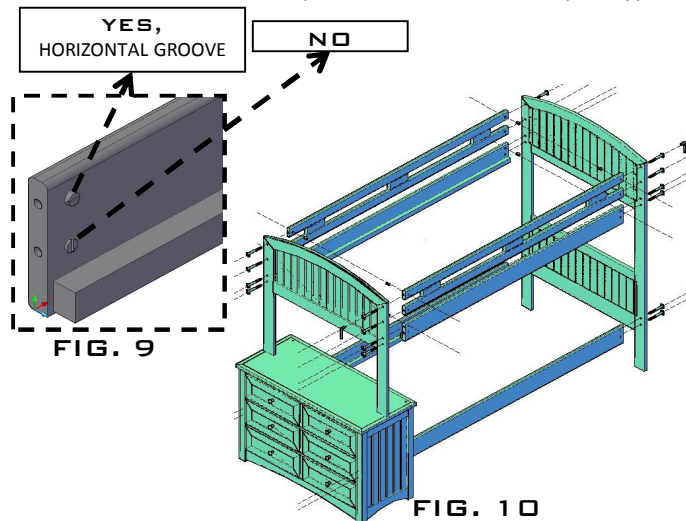

FIG. 9
- 3.- INSERT TWO CROSS DOWELS (I) IN ACCESS HOLE INSIDE THE SIDE RAIL & GUARD RAIL, ALIGN THE CROSS DOWEL NUT, MAKE SURE THE GROOVE IS HORIZONTAL, SEE FIG.9
- 1.- ASSEMBLE BED, USING ONE HEADBOARD (M), ONE FOOTBOARD (N) AND TWO SIDE RAILS (F).
- 2.- INSERT TWO CROSS DOWELS (I) IN ACCESS HOLE INSIDE THE SIDE RAIL, ALIGN THE CROSS DOWEL NUT, MAKE SURE THE GROOVE IS HORIZONTAL, SEE FIG.9
- 3.- INSERT TWO CROSS DOWELS (H) IN ACCESS HOLE INSIDE THE SIDE RAIL & GUARD RAIL, ALIGN THE CROSS DOWEL NUT, MAKE SURE THE GROOVE IS HORIZONTAL, SEE FIG.9